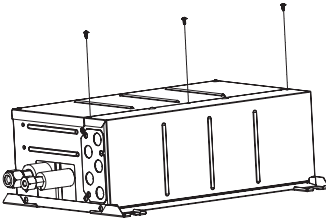

Fig. 4-5
4.1. La dirección de los tubos puede cambiarse. (Fig. 4-4). [Procedimientos de trabajo] (Fig. 4-5)
① Retire los tornillos de cada una de las partes.